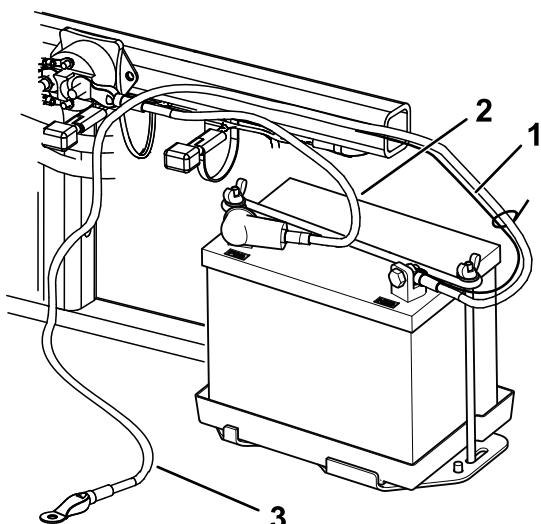

Figure 6
- Fixez le câble positif (rouge) à la borne positive (+) avec un boulon ($\frac{1}{4}$ " x $\frac{5}{8}$ ") et un contre-écrou (Figure 6).
- 3. Fixez le petit câble noir et le câble négatif (noir) à la borne négative (-) de la batterie avec un boulon ($\frac{1}{4}'' \times \frac{5}{8}''$) et un contre-écrou ($\frac{1}{4}''$) (Figure 6).